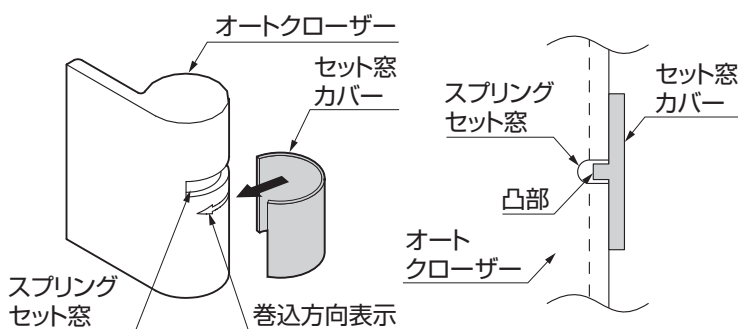
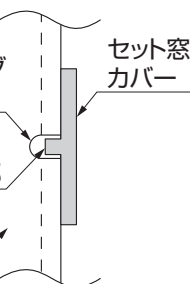

図6-6
図6-7
⑥スプリングセット窓にセット窓カバー裏の凸部が納まるように、セット窓カバーを取付けてください。(図6-6、図6-7参照)